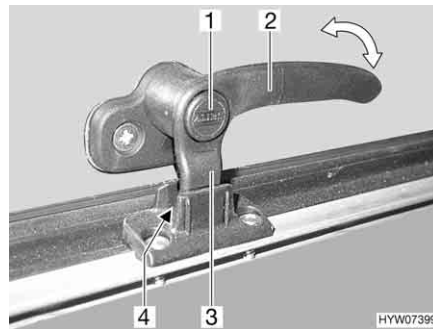
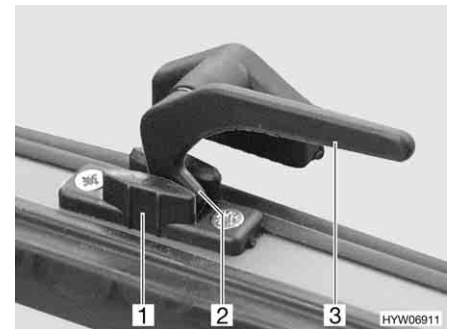

Fig. 51 Levier de verrouillage avec bouton de sécurité en position "Aération permanente"
Fig. 52 Levier de verrouillage en position "Aération permanente"
- En position "Aération permanente" (Fig. 51 et Fig. 52)
- S'il existe, appuyer sur le bouton de sécurité (Fig. 51,1) et le maintenir enfoncé.
- Tourner le levier de verrouillage (Fig. 51,2 ou Fig. 52,3) d'un quart de tour vers le centre de la fenêtre.
- Remettre le levier de verrouillage en position initiale. Le tenon de verrouillage (Fig. 51,3 ou Fig. 52,2) du levier de verrouillage doit pénétrer alors dans le logement prévu à cet effet dans le verrouillage de fenêtre (Fig. 51,4 ou Fig. 52,1).
- Relâcher le bouton de sécurité (Fig. 51,1) s'il y en a un.